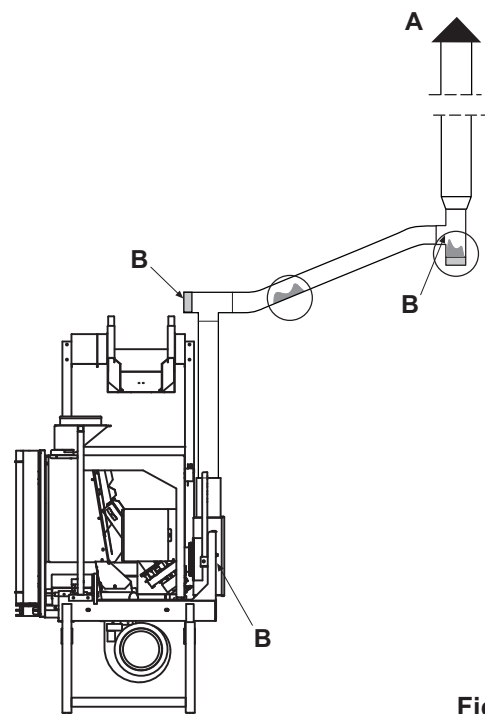

Fig. 8.2.5
A) Comigolo antivento (Fig. 8.2.5).
B) Ispezione. (Fig. 8.2.5).
A) Windproof chimney top (Fig. 8.2.5).
B) Inspection. (Fig. 8.2.5).
A) Windschutzkamin (Abb. 8.2.5).
B) Inspektion (Abb. 8.2.5).